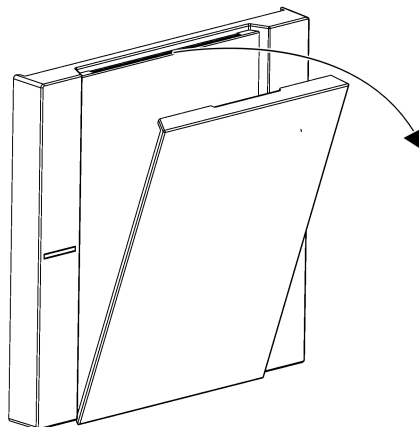

Figura 8: Estrarre il coperchio dello spazio dicitura
- Estrarre il coperchio dello spazio dicitura dal copritasto tirando l'intaglio su un lato (Vedi figura 8).